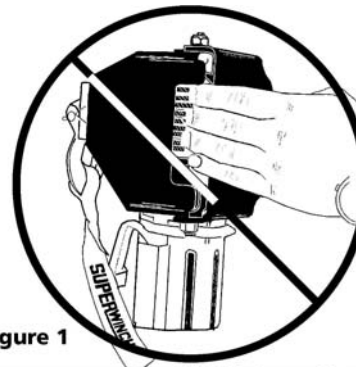

Figure 1
9. Tenez vos mains éloignées des POINTS DE PINCEMENT (Figure 1).